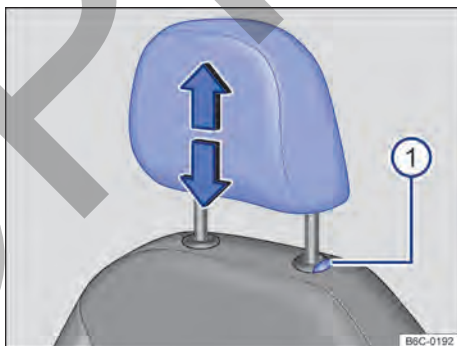
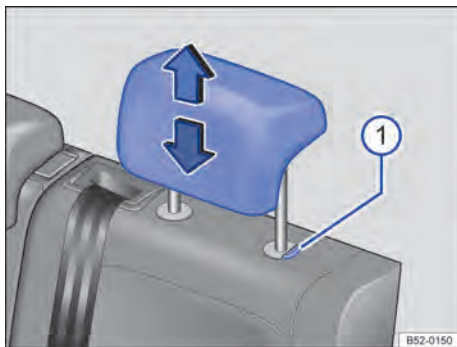

Fig. 69 Apoyacabezas delantero: ajustar.
Fig. 70 Apoyacabezas trasero: ajustar. ▶
- Mover el apoyacabezas hacia arriba o hacia abajo, en el sentido de la flecha, presionando el botón → fig. 69 ① o → fig. 70 ① presionado → ▲ en *Introducción al tema* de la pág. 87.